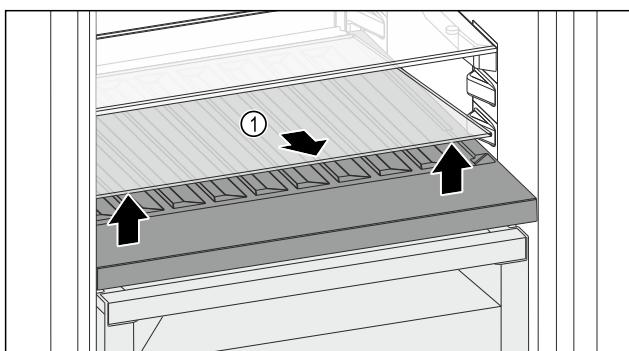

Fig. 162
- 抬起前部槽上的玻璃隔板 Fig. 162 (1) 并取出。
- 将玻璃隔板 Fig. 162 (1) 稳妥地放在冰箱外。